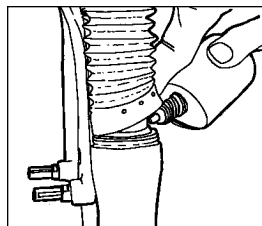

Fig. 3
- Sollevare i manicotti della forcella dai tubi inferiori. Pulire le superfici esterne, l'area della guarnizione Resi-wiper e del tubo superiore. Applicare da due a tre gocce di olio addizionato al teflon nei tubi superiori all'altezza della guarnizione Resi-wiper (vedi fig. 3).